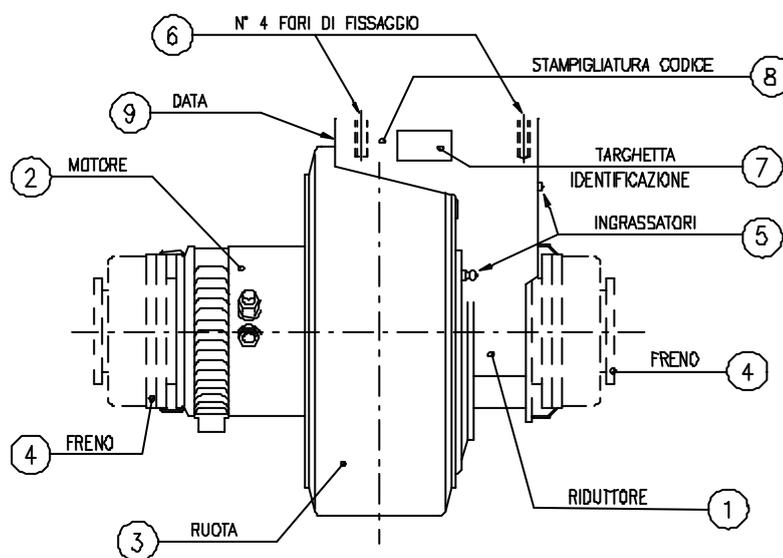

Fig. 1
Ces dernières années, nous avons développé tous nos modèles en version protégée, équipées pour travailler en milieux salins ou sur les sols pleins de détergents. Le groupe (fig. 1) se compose d'un réducteur (pos.1) à deux étages à axes parallèles, du moteur (pos.2) et de la roue (pos.3) montés sur le même axe. Un frein électromagnétique est monté en série sur le moteur (4) ou sur la partie opposée(4), il est utilisé en frein de parking et pour des faibles ralentissements. La partie réducteur (pos.1) contient un quantité de graisse semi-fluide (AGIP GR MU/EP1) suffisante pour fonctionner plus de 1.000 heures. Pour des utilisations particulièrement lourdes, ou dans des pays chauds, des graisseurs sont disponibles (pos.5)
Ce dernier est inscrit sur la partie supérieure du motoréducteur (fig.1 pos.9) et est reporté sur la fiche d'identification (fig.1 pos.7) ou sont indiquées aussi les caractéristiques et le numéro de série.